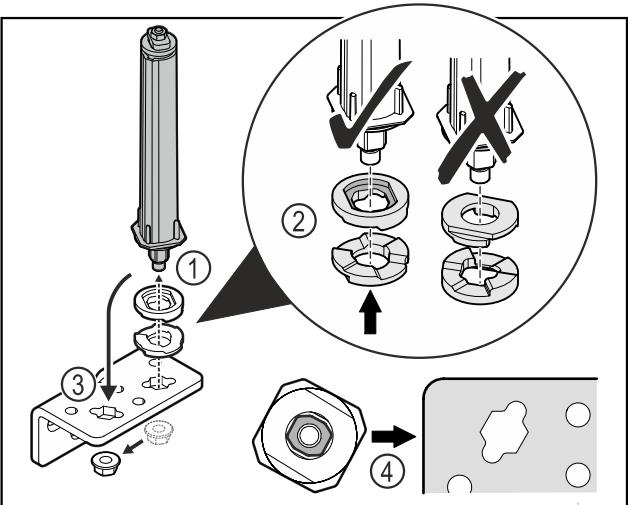

Fig. 26
- Uvoľnite maticu a odstráňte systém zatvárania dverí Fig. 26 (1).
- Dbajte na správne vyrovnanie podložiek na výškové prestavenie Fig. 26 (2).
- Premiestnite systém zatvárania dverí v uholníku závesu a zafixujte ho maticou Fig. 26 (3).
- Dbajte pri nasadzovaní na správne vyrovnanie systému zatvárania dverí Fig. 26 (4).